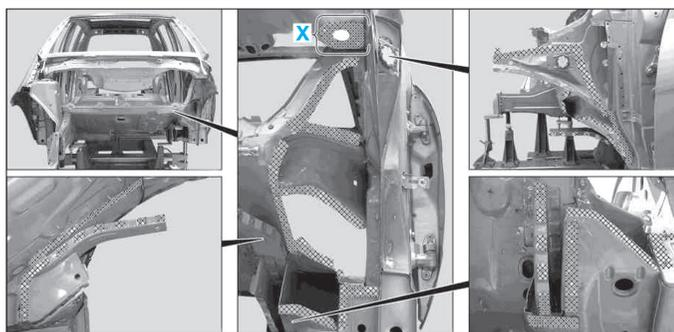

FIG. 14
Ne pas appliquer de peinture à la poudre de zinc dans la zone (X) (Fig.14).